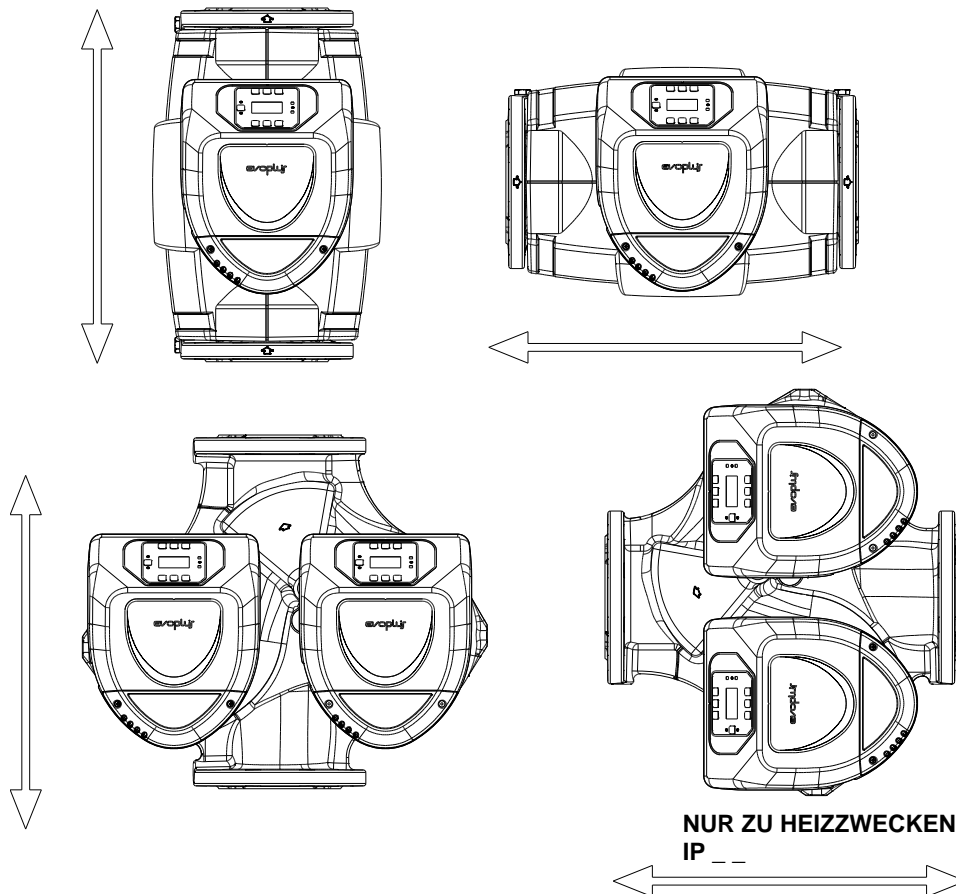

Abbildung 1: Montageposition
**Die Umwälzpumpe EVOPLUS muss stets mit horizontal ausgerichteter Motorwelle montiert werden. Die elektronische Steuervorrichtung wird in vertikaler Position montiert (siehe Abbildung 1)**